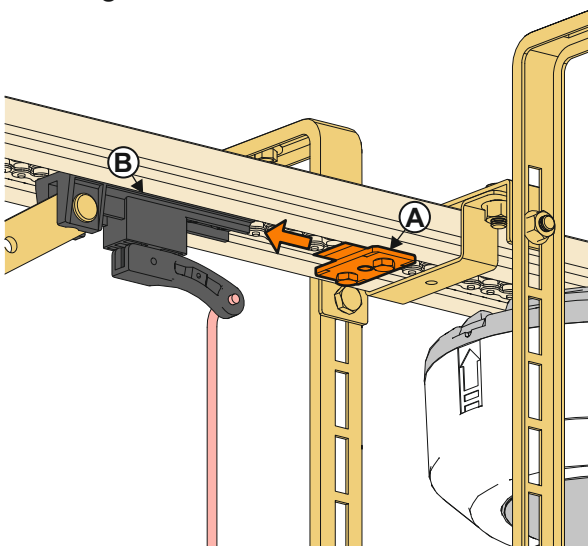
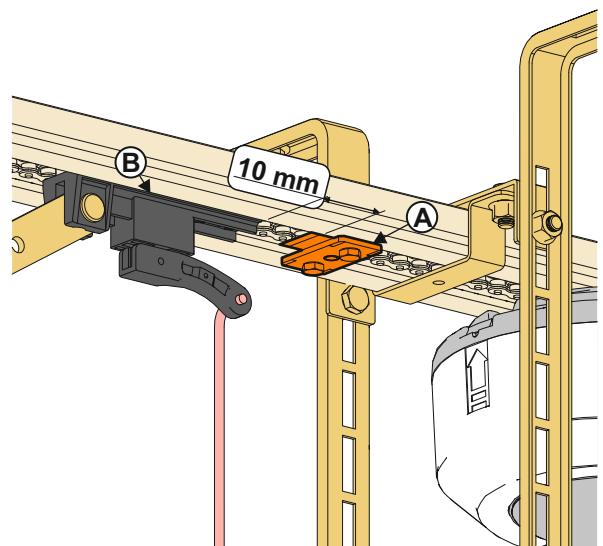

Fig 1.
Fig 2.
5.2.3- Debe de ajustar e apertar el topo mecánico (A) unos 10mm del carro de la guía del motor (B) como está en la fig. 2.
Durante la programación del final de carrera, en la posición de cierre la guía del motor **NO** deberá sufrir ninguna curvatura (fig. 2), debiéndose mantener sin ninguna deformación (fig. 1).